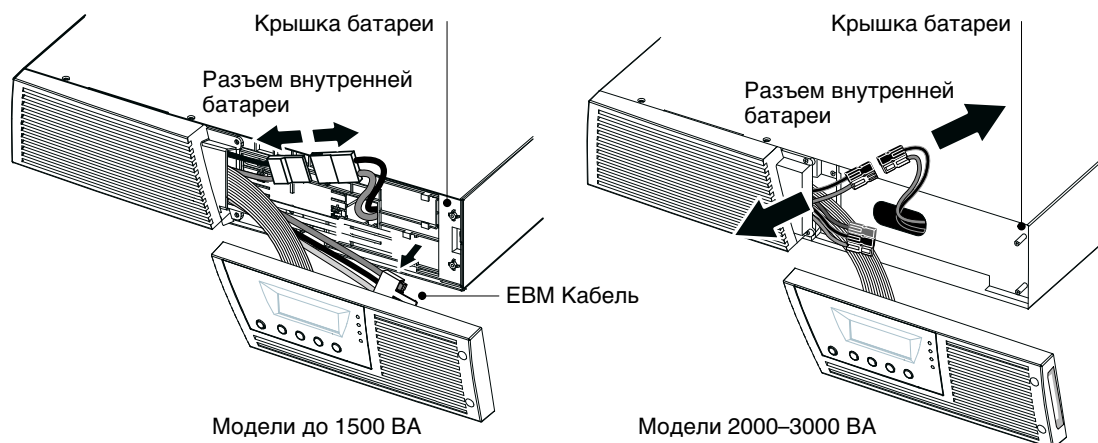

Рисунок 24. Отключение внутренних батарей ИБП (показано без EBM)
**ПРИМЕЧАНИЕ.** В том случае, если требуется транспортировка ИБП, убедитесь в том, что ИБП отключен от сети и выключен, а затем отсоедините контакт внутренней батареи ИБП (см. Рисунок 24 на стр. 48 для моделей для монтажа в стойку или Рисунок 26 на стр. 50 для моделей типа башня).
2. Отсоедините разъем внутренней батареи (см. Рисунок 24).
3. **Только для моделей до 1500 ВА.** Если кабель EBM не подключен к EBM, отсоедините EBM кабель и переместите его влево (см. Рисунок 24).
4. Возьмите край крышки батареи и слегка потяните его вперед. Снимите и отложите в сторону крышку батареи. Расположение крышки батареи см. на Рисунок 24.
9. **Только для моделей до 1500 ВА.** Если кабель ЕВМ не подсоединен к ЕВМ, закрепите ЕВМ его в держателе на крышке батареи (см. Рисунок 24).